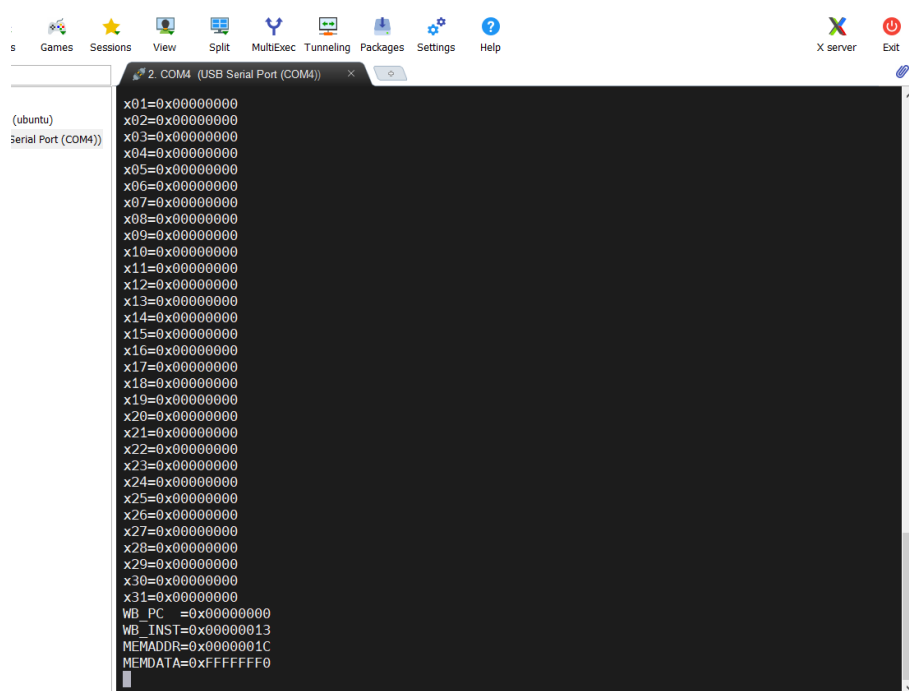

图 6: debug using UART
- 每执行一步会输出一行调试信息, 包括寄存器值、WB 阶段的 PC 和指令, 以及访存的地址和结果, 如图6所示